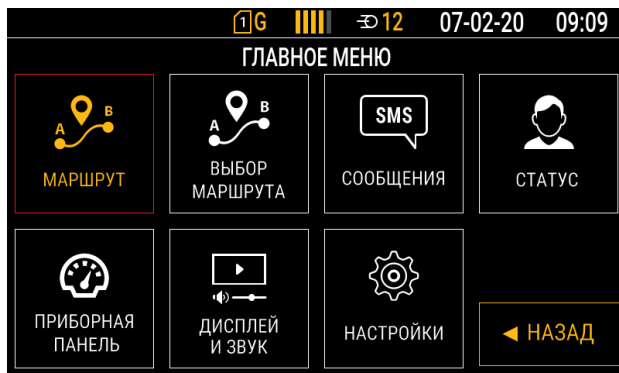

Рис.111. Главное меню
- Для обновления нужно перезайти в раздел «МАРШРУТ» (Рис.111).